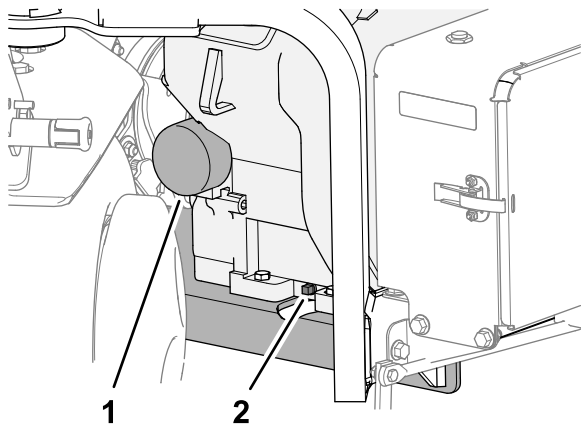

Bild 161
3. Stellen Sie eine Auffangwanne unter die Ölablassschraube und entfernen Sie die Schraube (Bild 161).
1. Stellen Sie eine Auffangwanne unter den Filter und entfernen Sie den Filter (Bild 161).
6. Schrauben Sie den Ölfilter in den Filteradapter ein, bis die Dichtung den Filteradapter berührt (Bild 161). Ziehen Sie dann den Filter um eine weitere halbe Umdrehung fester.